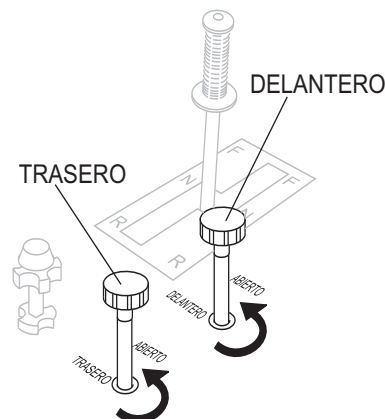

Figura 24. Controles de los rociadores
1. Si la aplicación requiere que se moje el suelo, use los controles rociadores de los tambores delantero y trasero. Estos controles (Figura 24) están localizados en la parte inferior derecha del asiento del operador. La válvula **delantera** controla el suministro de agua de la barra rociadora del tambor delantero y la válvula **trasera** controla el flujo de agua de la barra rociadora del tambor trasero.